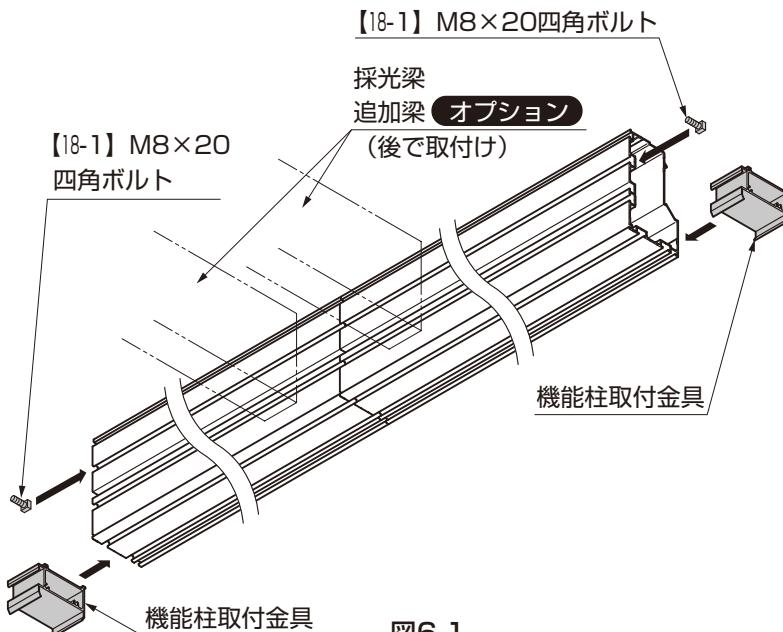

図6-1
①桁側面の溝に【18-1】をスライドしながら入れてください。(図6-1参照)
②桁底面の溝に機能柱取付金具を両側面から各1個ずつスライドしながら入れてください。(図6-1参照)